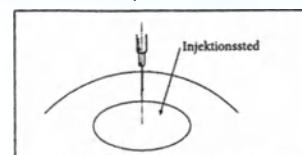

FIGUR 9
- f) Drej MAGNA-FINDER™ 90° for at bestemme den nøjagtige position for MAGNA-SITE™, og bevæg igen MAGNA-FINDER™ frem og tilbage. Når magnetlokatoren igen er vinkelret, laves yderligere to markeringer som vist på Figur 9.